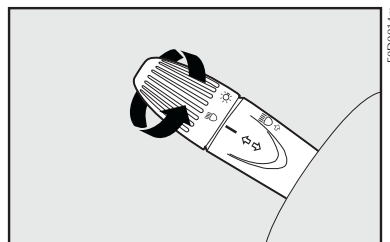

fig. 44
**ADVERTÊNCIA:** com o clima muito úmido não é aconselhado o uso prolongado do ar-condicionado nas posições  ou . A diferença entre a temperatura externa e a do para-brisa pode causar embaçamento do lado externo do para-brisa, causando perda de visibilidade. Se isso ocorrer, acione a alavanca do limpador do para-brisa fig. 44.
### Faróis baixos - fig. 44